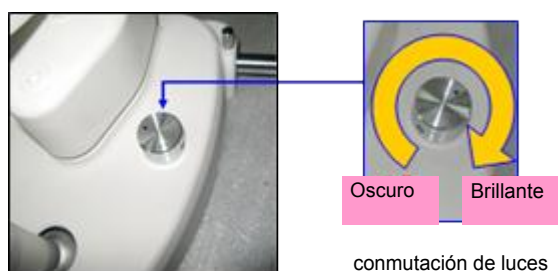

Fig. 3.1.3
- 17.La lámpara indicadora se ilumina cuando el instrumento está encendido (Fig.3.1.3).
- 20.Girar el mando regulador de intensidad de luz (Fig.3.1.3) y el brillo irá tenue.
- **Ajuste de brillo.** Alimentar el circuito principal. Girar el regulador de intensidad de luz a la posición central (Fig.3.1.3). Ajuste el ancho de la ranura a 2 ~ 3 mm (Fig.2.3.1).